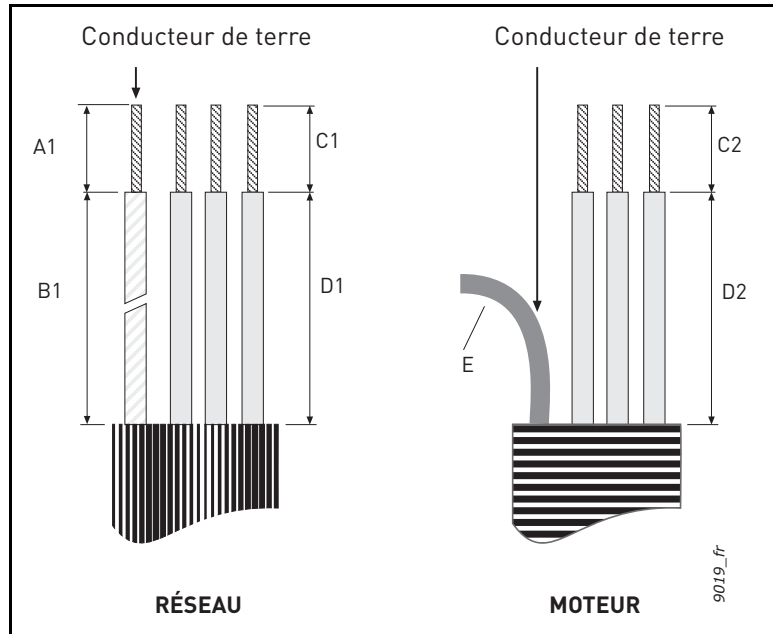
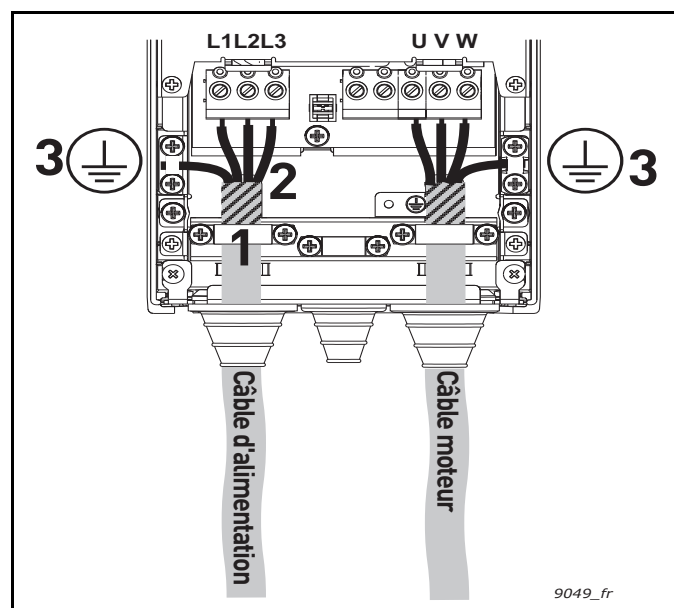

Figure 14. Dénudage de câbles
Figure 21.
Branchez les câbles dénudés (voir Figure 14 et Figure 18) comme illustré à la Figure 21.
- Dénudez le blindage des trois câbles afin de permettre une connexion à 360° avec le collier de câble (1).
- Raccordez les conducteurs (phase) des câbles d'alimentation, de frein et de moteur à leurs bornes respectives (2).
- Torsadez le reste du blindage des trois câbles pour les raccorder à la terre avec un collier, comme illustré sur la Figure 21 (3). Assurez-vous que les torsades sont juste assez longues pour atteindre la borne et y être raccordées – mais pas plus longues.